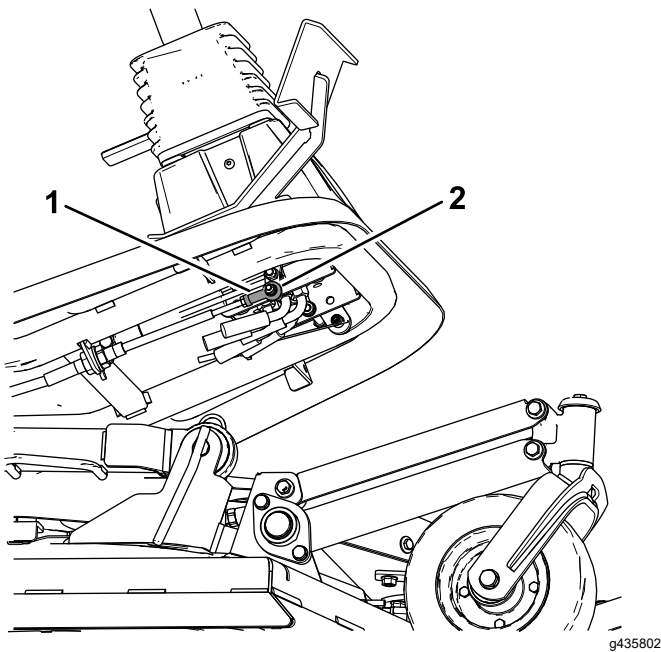

Bild 81
4. Lösen Sie die Klemmmutter, die das Stangenendlager des Antriebsbowdenzugs am Pedal sichert (Bild 81).
5. Nehmen Sie die Schraube und die Mutter ab, mit denen das Stangenendlager des Antriebsbowdenzugs am Pedal befestigt ist (Bild 81).
7. Ziehen Sie die Klemmmutter (Bild 81) fest und befestigen Sie das Stangenendlager mit der abgenommenen Schraube und Mutter am Fahrpedal, um den Winkel des Pedals zu arretieren.